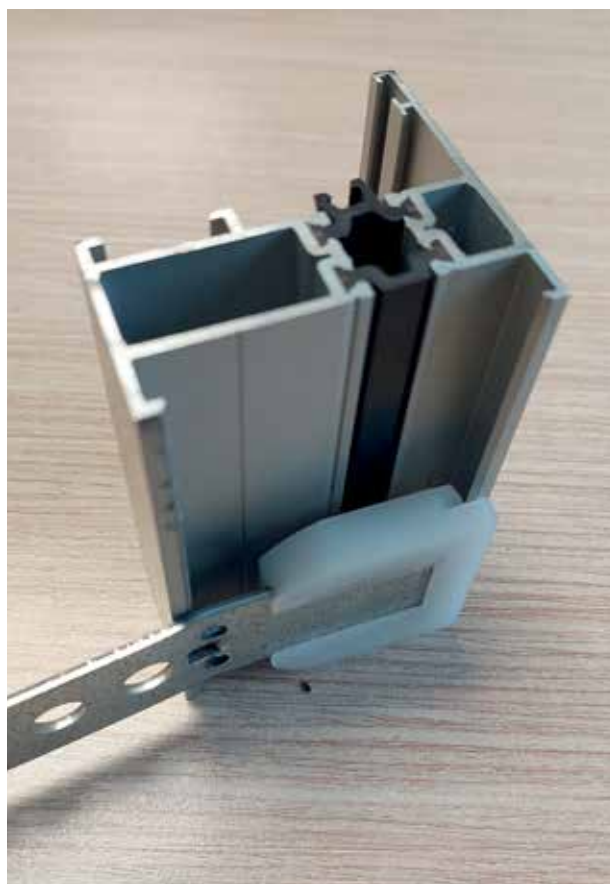

Fig 3: Exemple de patte en Z coulissante montée sur profilé (mais qui n'est plus disponible sur le marché actuellement)
- en utilisant des pattes en Z coulissantes dans le profilé aluminium (voir figure 3). Bien qu'il s'agisse d'une solution prometteuse, de telles pattes ne sont pas disponibles sur le marché à l'heure actuelle. Elles devraient cependant être développées et soumises à des tests lors d'une prochaine campagne – en optant pour des fixations directes, au moyen de vis à béton ou de vis avec chevilles.